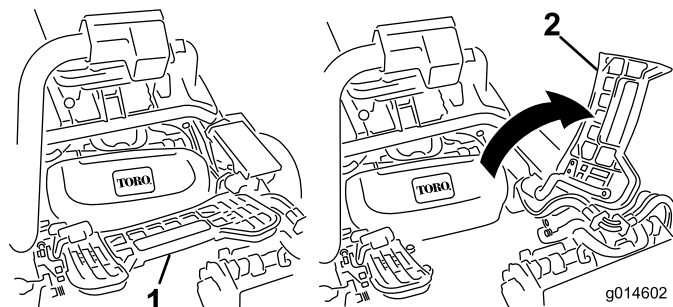

図 12
7. 中央カuttingユニットを取り付ける時は、フット・レストを跳ね上げて取り付け位置へのアクセスを確保する（図 12）。